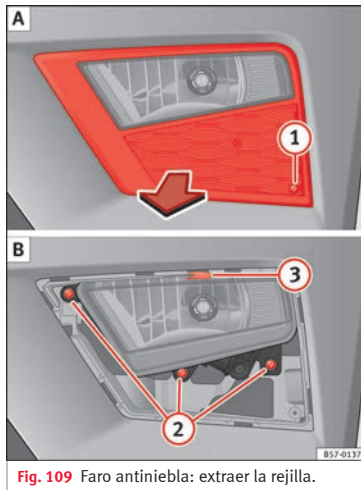
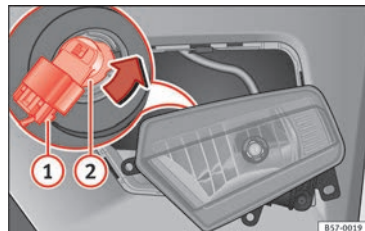

Fig. 109 Faro antiniebla: extraer la rejilla.
Fig. 110 Faro antiniebla: desmontar el porta-lámparas
1. Retire el tornillo » **fig. 109 ① A** de la rejilla del faro antiniebla utilizando un destornillador y extraiga la rejilla.
2. Retire los 3 tornillos » **fig. 109 ② B**.
3. Retire la grapa metálica situada en la parte superior del faro antiniebla tirando hacia el exterior del vehículo **③ B** y extraiga el faro antiniebla.
4. Extraiga el conector » **fig. 110 ①** de la lámpara.
5. Gire el portalámparas » **fig. 110 ②** a la izquierda y tire.